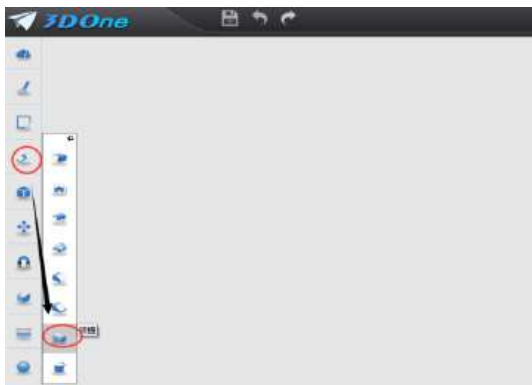
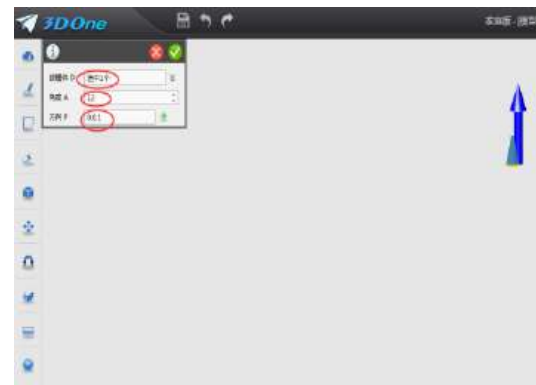

图 3-7
图 3-8
3.通过“拔模”把柱体变成椎体：点击屏幕左侧的“命令工具栏”第四个图标“特殊功能”命令中的“拔模”命令，如图 3-7，出现对话框，拔模体：选择圆柱下面，角度：输入 12，方向：让箭头指向向上，确定变成锥型。如图 3-8。
点击屏幕左侧的“命令工具栏”第四个图标“特殊功能”命令中的“拔模”命令，如图 3-7，出现对话框，拔模体：选择圆柱下面，角度：输入 18，方向：让箭头指向向上，确定变成锥型。如图 3-15。选择舞台下方的“隐藏几何体”命令中的“显示全部”命令，显示出笔的全貌。笔形基本完成，如图：3-16。